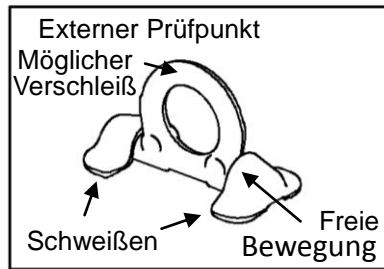

Abbildung 3
- Prüfen Sie die Teile des Anschweißlastringes regelmäßig (Abbildung 3). Verwenden Sie keine Teile, die Risse, Kerben oder Furchen aufweisen.